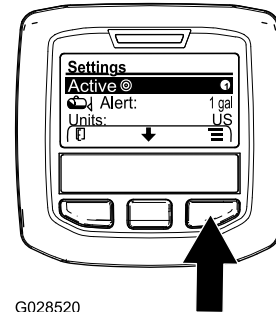

Figure 69
- Appuyez sur le bouton de sélection central pour mettre en surbrillance le débit d'application actif (Figure 69).
- Appuyez sur le bouton de sélection droit pour alterner entre les débits d'application 1 et 2 (Figure 69).